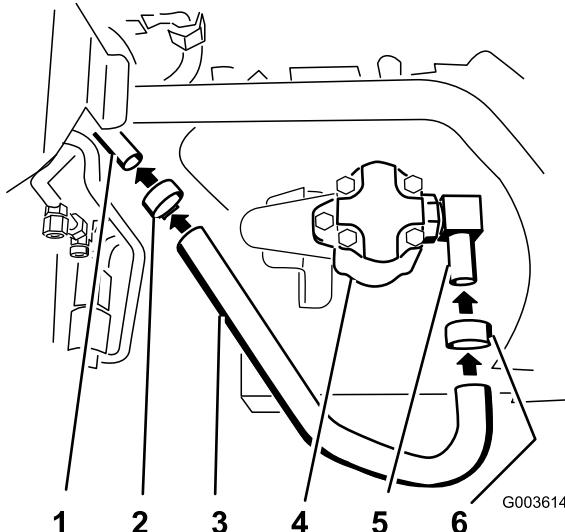

Figura 26
2. Instale o grande tubo hidráulico no cotovelo de 90 graus instalado no lado da bomba hidráulica (Figura 26 e Figura 30).
3. Aperte um grampo de tubo em redor do tubo e cotovelo (Figura 26).
4. Instale o grande tubo hidráulico no tubo hidráulico número 3 (Figura 26).
5. Aperte o grampo de tubo em redor do tubo e tubo hidráulico número 3 (Figura 26).